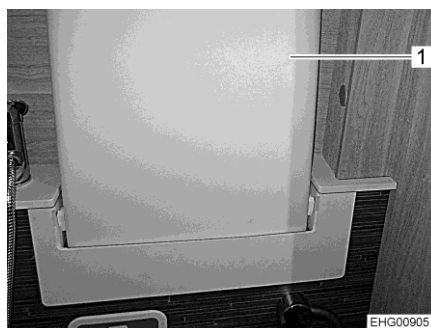

Fig. 137 Lavabo (ribaltato verso l'alto)
- Afferrare il lavabo (Fig. 137,1) sul bordo anteriore e orientarlo verso l'alto verso la parete, finché non rimane trattenuto in questa posizione dalla forza magnetica.
- Afferrare il lavabo (Fig. 137,1) sul bordo anteriore e allontanarlo dalla parete tirando contro la forza magnetica.